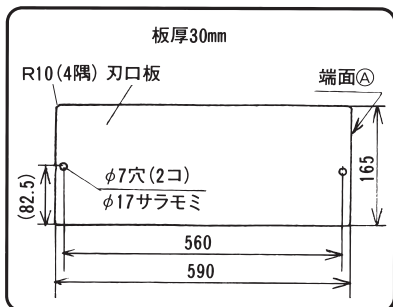
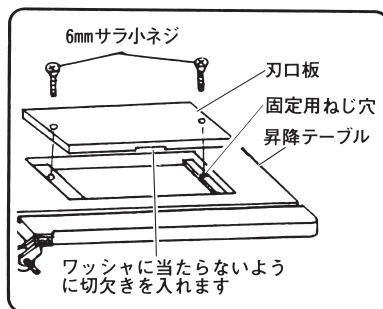
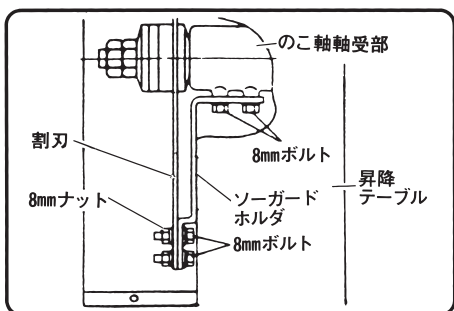

図 37
図 38
図 39
- (1) 昇降テーブルの刃口部に合わせて刃口板を準備します。(図37)
- (3) ソーカバーをあげ付属の両口スパナ (13mm) でソーガードホルダをはずします。(図39参照)
- (4) 別売部品の405mmチップソーを別途お買い求め、この軸に取付けます。(40ページ「のこ刃の取付け・取りはずし」の項参照)
- (5) 刃口板を付属の6mmサラ小ネジで昇降テーブルへ取付けます。(図38)
- (6) 昇降盤用スイッチを入れのこ刃をまわし、昇降テーブルを下げながら刃口板にのこ溝を入れます。
- (7) 刃口板をはずし割刃が入るように手のこで端面Ⓐ (図37参照) から50mmの寸法になるよう溝を長くします。
- (8) 再度刃口板を昇降テーブルに取付けます。
(1) 割刃とソーガードホルダに割刃を8mmボルトと8mmナットで取付けます。(図39, 40) このとき、のこ刃と割刃の位置が一直線になるようソーガードホルダ取付け用8mmボルトを付属の両口スパナ (13mm) でゆるめ、調整します。調整後はボルトをしっかりと締めてください。またのこ刃の外周と割刃のすきまが12mm以内になるように調整してください。割刃は、付属の両口スパナ (13mm) でゆるめ調整します。調整後はボルトをしっかりと締めてください。
- (1) 刃口板 (図38参照) をはずし昇降テーブルを上げ、ソーカバー (図1ーイ参照) を開きます。